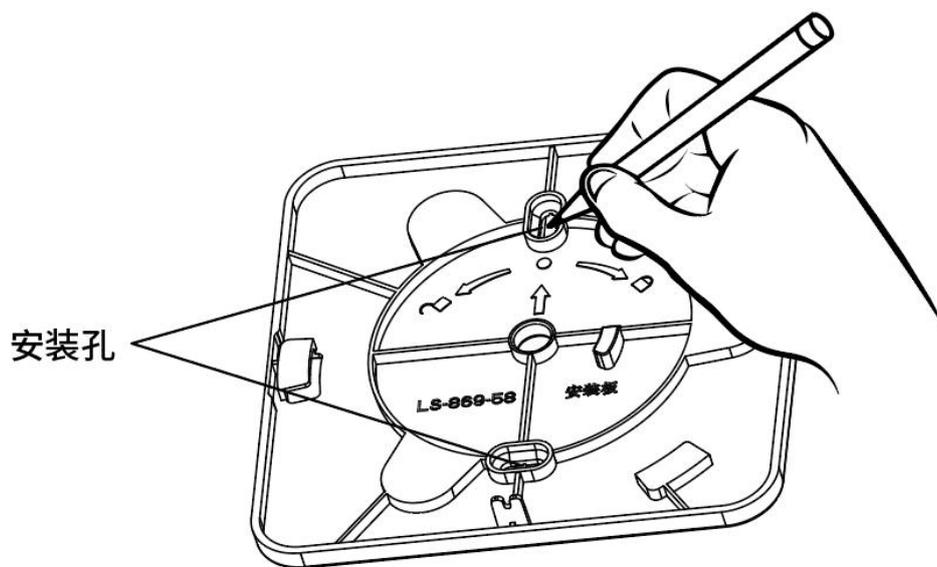

图1
(1) 将安装支架放在选好的安装位置上,用铅笔标注出螺丝孔位置,如图1。